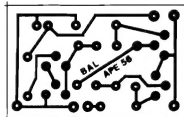

Fig.2
- FIG. 2 - LAY OUT DO CIRCUITO IMPRESSO ESPECÍFICO - Tão simples quanto o é o próprio circuito, a plaquinha de Impresso não apresentará a menor dificuldade ao Lei-